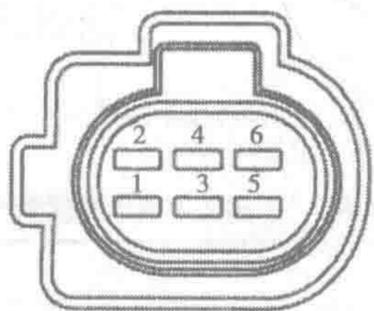

图 1-1-23 电子节气门控制模块连接器端子图
16. 电子节气门控制模块连接器端子图 (图 1-1-23) 及端子功能表 (表 1-1-16)